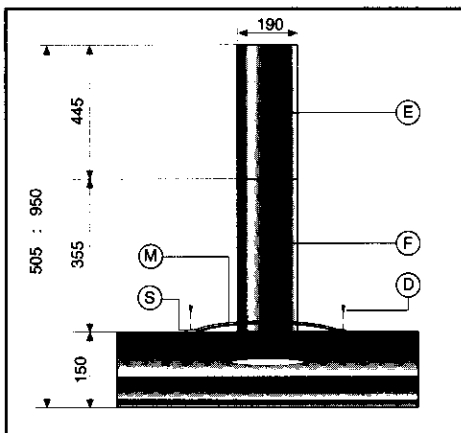

Fig.1
Perçer 2 trous au mur, correspondant à la position (B) du dessin fig. 1. Accrocher la hotte aux deux trous en utilisant les vis et les chevilles appropriées au type de mur (ex. ciment, placoplâtre, etc.). Fixer définitivement la hotte en utilisant les 2 trous (Z) de sécurité.
Placer la vitre voilette équipée des supports (V) comme indiqué sur la fig. 1, puis fixer à la hotte à l'aide des vis à cet effet.
Placer la poignée (M) et les deux supports, droit (D) et gauche (S), comme indiqué sur la fig. 1, puis fixer à la hotte à l'aide des vis à cet effet.